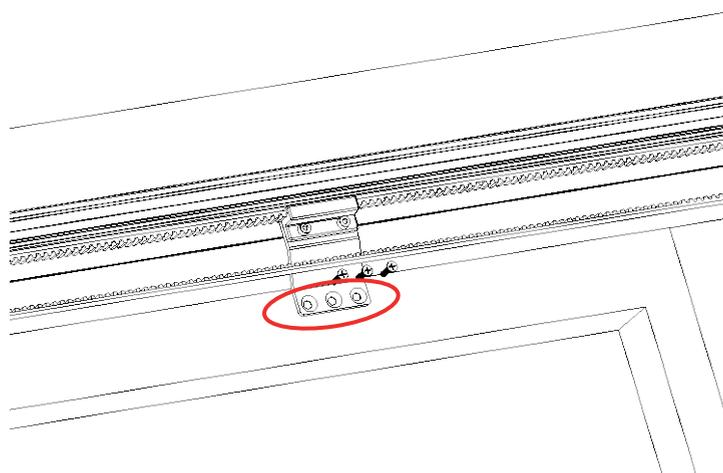

Figura 35: A posição do suporte superior.
1. Abra as duas portas totalmente. Encaixe o suporte superior na presilha superior da correia (Figura 35) na posição marcada anteriormente na porta esquerda.
4. Marque os três furos do suporte na porta (Figura 35) e, em seguida, faça furos de 6 mm na porta nessas posições.